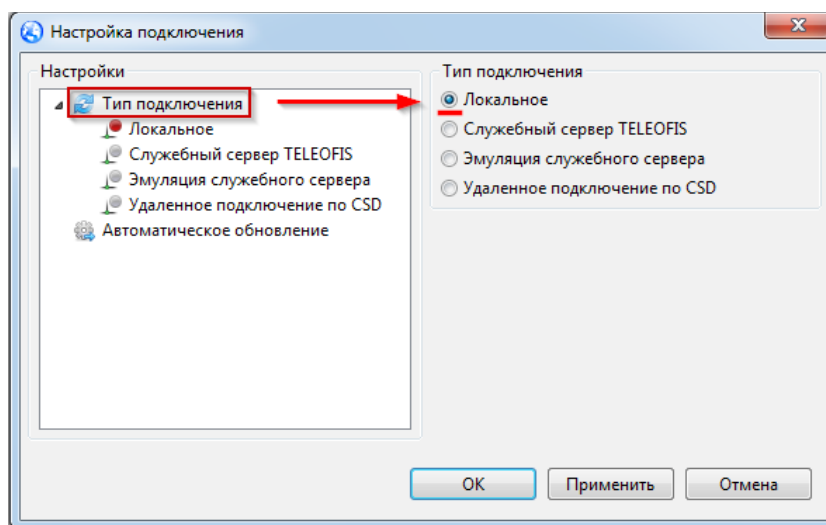

Рис. 19. Выбор типа подключения.
2. Выберите необходимый тип подключения, отметив соответствующий пункт в правой части окна настройки (Рис. 19).